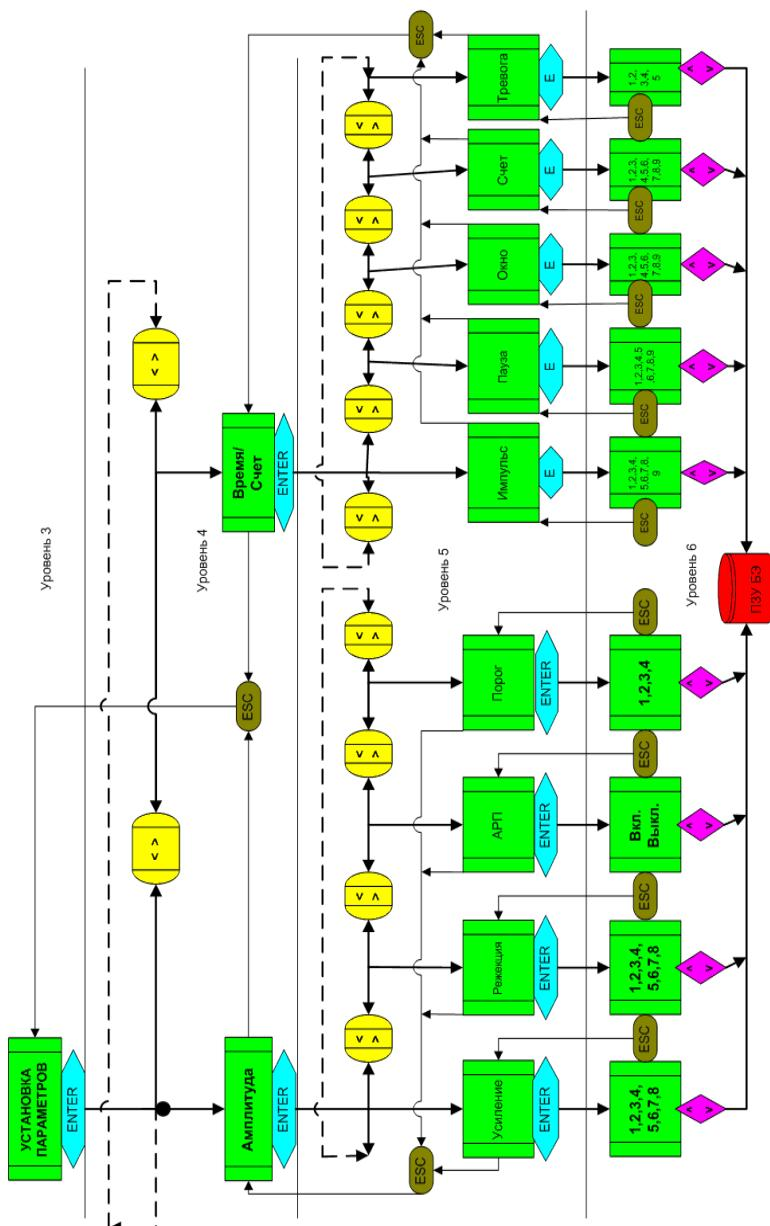

Рис. 3.6. Структурная схема раздела «УСТАНОВКА ПАРАМЕТРОВ» меню ПУ
На рис. 3.6. изображена структурная схема раздела **«УСТАНОВКА ПАРАМЕТРОВ»**, включающая 3-й, 4-й, 5-й и 6-й уровни системного меню. Перемещение по 5 уровню осуществляется с помощью клавиш «→» или «←». Переход с 5-го на 4-й уровень меню осуществляется нажатием клавиши «ESC» на ПУ.
3.2.3.2. С помощью клавиши «ESC» перейти на 3-й уровень меню, с помощью клавиши «→» осуществить переход в раздел «УСТАНОВКА ПАРАМЕТРОВ» (рис. 3.6.). Нажав клавишу «ENTER», перейти на 4-й уровень меню в подраздел «Амплитуда»; нажав клавишу «ENTER», перейти на 5-й уровень меню в параметр «Усиление»; нажав клавишу «ENTER», перейти на 6-й уровень в режим установки усиления. С помощью клавиши «↑» или «↓» осуществить установку числа «1» – минимального усиления. Нажав несколько раз клавишу «ESC», перейти на 3-й уровень меню, с помощью клавиши «→» или «←» осуществить переход в раздел «TEST». Далее повторить процедуру по п. 3.2.3.1, убеждаясь, что при минимальной чувствительности изделие вырабатывает сигнал тревоги в ответ на тест.
- 3.2.4.2. В первую очередь необходимо установить начальное «среднее» усиление в тракте обработки сигнала. Для этого в разделе «УСТАНОВКА ПАРАМЕТРОВ» (рис. 3.6.) нажать клавишу «ENTER» и войти в подраздел «Амплитуда»; нажать клавишу «ENTER» и войти в параметр «Усиление», еще раз нажав клавишу «ENTER», войти в числовое меню параметра. Используя клавиши «↑» или «↓», установить параметр «4», соответствующий среднему значению усиления. Нажав клавишу «ESC» несколько раз, подняться на 3-й уровень системного меню.
3.2.4.6. После определения резонансной частоты F_p СЗ (по усредненным данным не менее 10 измерений) с помощью клавиш «ESC» и «→» осуществляем переход в раздел «УСТАНОВКА ПАРАМЕТРОВ» (рис. 3.6.), затем проходим последовательно на подраздел «Амплитуда» (4-й уровень), далее в параметр «Режекция» (5-й уровень) и на 6-й уровень числовых значений этого параметра.
Для того, чтобы проверить правильность выбора числового параметра «Режекция», необходимо в разделе «УСТАНОВКА ПАРАМЕТРОВ» и подразделе «Амплитуда» (рис. 3.6.) изменить числовой параметр «Режекция» в пределах ± 1 . Затем в подразделе «КТ5; КТ6» раздела «КОНТРОЛЬНЫЕ ТОЧКИ» аналогичным образом определить усредненные оценки $A_{5/6}$ и убедиться, что они меньше величины, полученной ранее.
3.2.5.1. При настройке чувствительности, в подразделе «Амплитуда» раздела «УСТАНОВКА ПАРАМЕТРОВ» параметр «АРП» (рис. 3.6.) должен быть выключен, т.е. установлен «Выкл».
3.2.5.2. Чувствительность изделия к вибрации СЗ определяется значениями 2-х параметров в системном меню ПУ (рис. 3.6.):